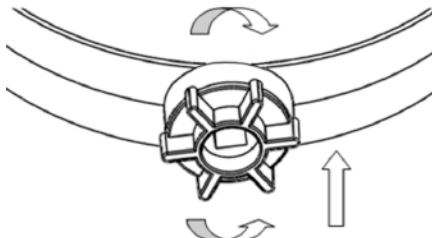

Рис. 7.1. Вертикальная регулировка.
- **Вертикальная регулировка обхвата головы:** нажмите на регулятор (см. рис. 7.1) и поворачивайте рукоятку по часовой стрелке, чтобы уменьшить размер наголовника, и против часовой – чтобы увеличить. Щиток защитный лицевой должен плотно сидеть на голове.